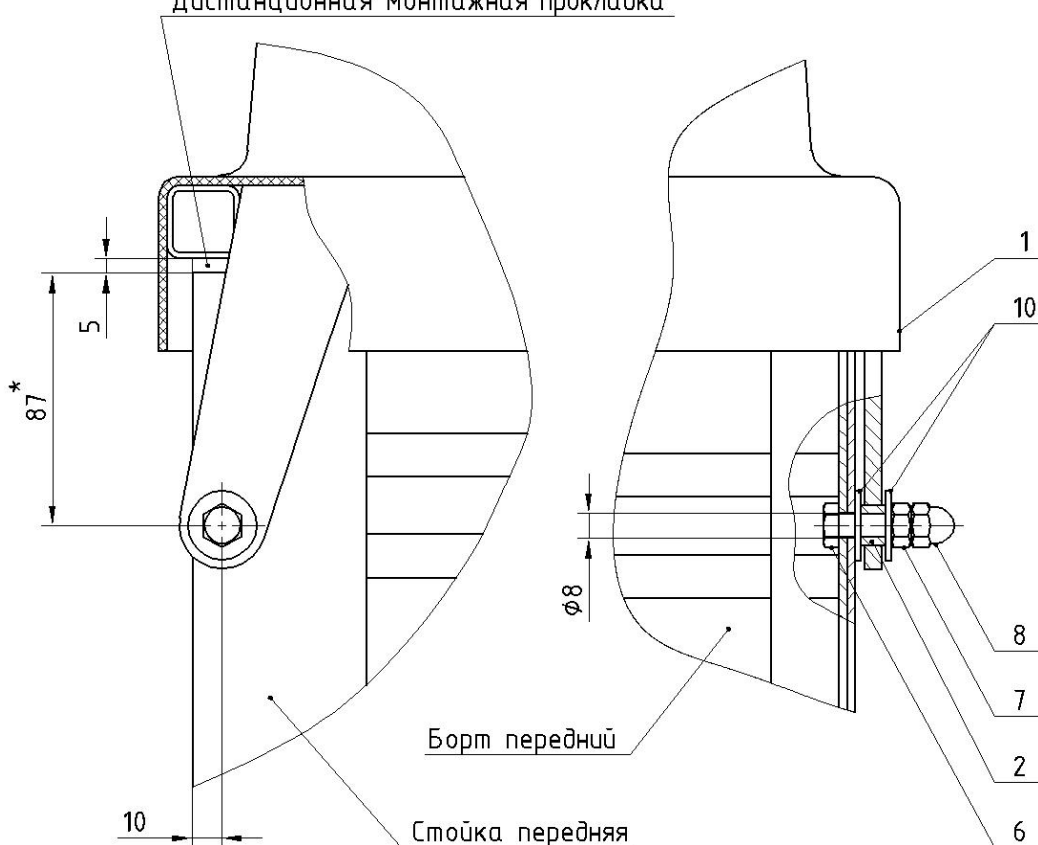

Рисунок 1.
3. Приподнять переднюю часть крышки и положить между передним бортом прицепа и передней частью рамки крышки дистанционную монтажную прокладку толщиной 5мм (рис. 1).
4. Сдвинуть крышку так, чтобы центры отверстий петель оказались в 10мм от края переднего борта, как показано на рис. 1.
5. Вставить в петли крышки втулки 2 и просверлить отверстия $\varnothing 8$ мм через втулки, в передних стойках прицепа (рис. 1).
6. Установить в соответствующем порядке втулку 2, шайбы 10, болт 6 и гайки 7 и 8 как показано на рис. 1.